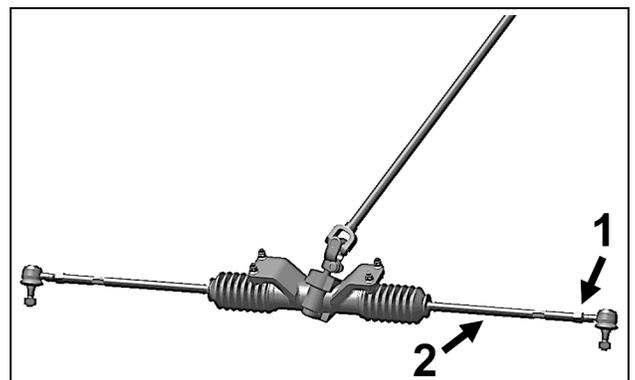

Abbildung 22
Um Justierungen am Lenksystem des SxS' vorzunehmen, lösen Sie zuerst Mutter (1) der Koppelstange und schrauben Sie die Koppelstange (2) eine gleiche Anzahl Umdrehungen auf beiden Seiten des Fahrzeugs hinein oder heraus. Siehe Abbildung 22.